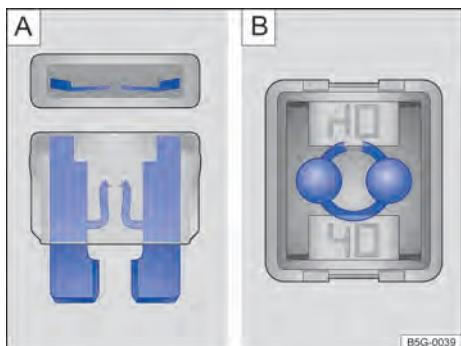

Fig. 177 Fusível queimado: **A** fusível plano, **B** fusível de bloqueio.
- Um **fusível plano (ATO[®], MINI[®])** queimado é reconhecido de cima ou de lado pela carcaça transparente nas faixas metálicas derretidas → Fig. 177 **A**.
- Um **fusível de bloqueio (JCASE[®])** queimado é reconhecido pelas faixas metálicas derretidas por cima da carcaça transparente → Fig. 177 **B**.